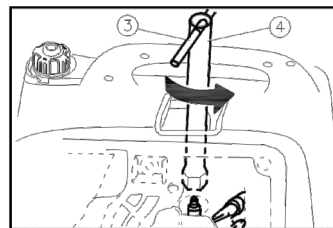

Рис.24
4. Выверните свечу зажигания с помощью свечного ключа (4) и воротка (3) (рис. 24).